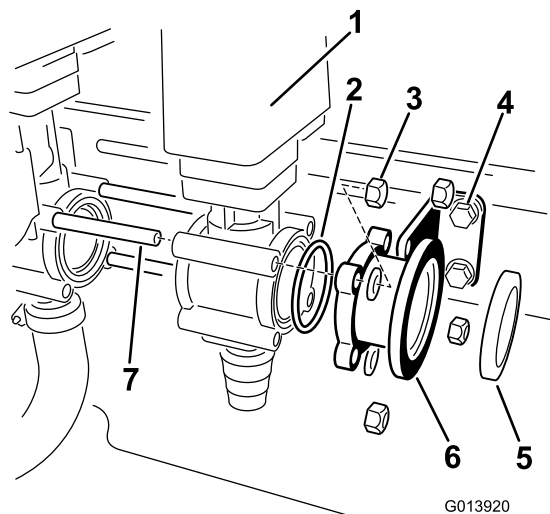

Figure 6
8. Trouvez un joint torique dans les pièces détachées, et posez-le sur le côté ouvert de la vanne de mélange (Figure 6).